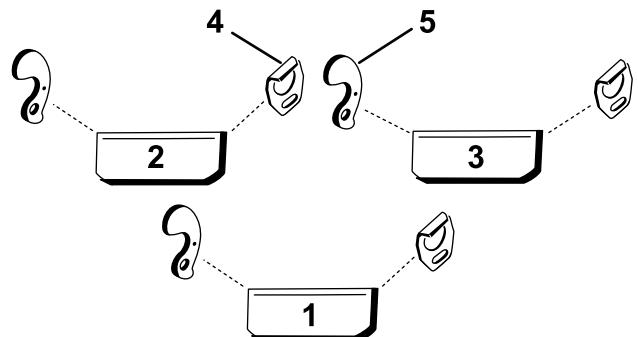

Figura 3
2. Utilizzate Figura 3 per determinare le posizioni in cui i gruppi guida o i gruppi staffa devono essere fissati ai telai portanti dell'apparato di taglio.